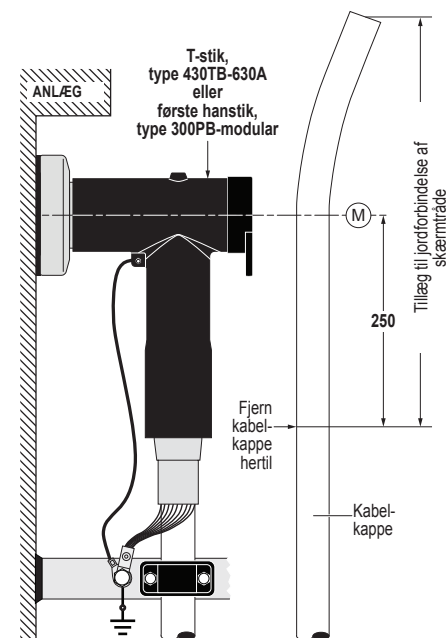

Fig. 1
1) Kablet placeres som ved færdig installation og afkortes - husk nødvendigt til-læg til kabellængden, så skærmtrådene kan forbindes til anlægsjord. Mærket "M" afsættes ud for konusens centerlinje, se fig. 1.